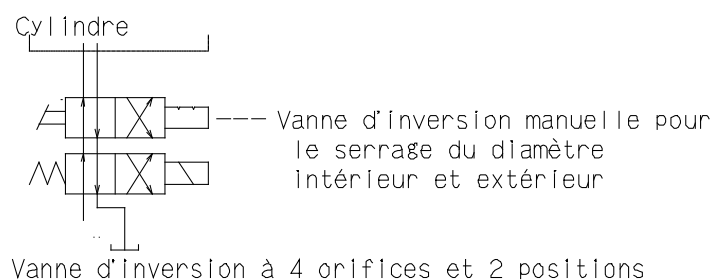

Figure 19
- Concevez le circuit hydraulique pour faire en sorte qu'il soit simple d'utilisation et qu'il n'existe aucun risque d'erreur de fonctionnement. Veillez à ce qu'il soit protégé en cas de défaut, pour faire en sorte que le circuit ne provoque aucun accident en cas de coupure de courant. (Figure 19)